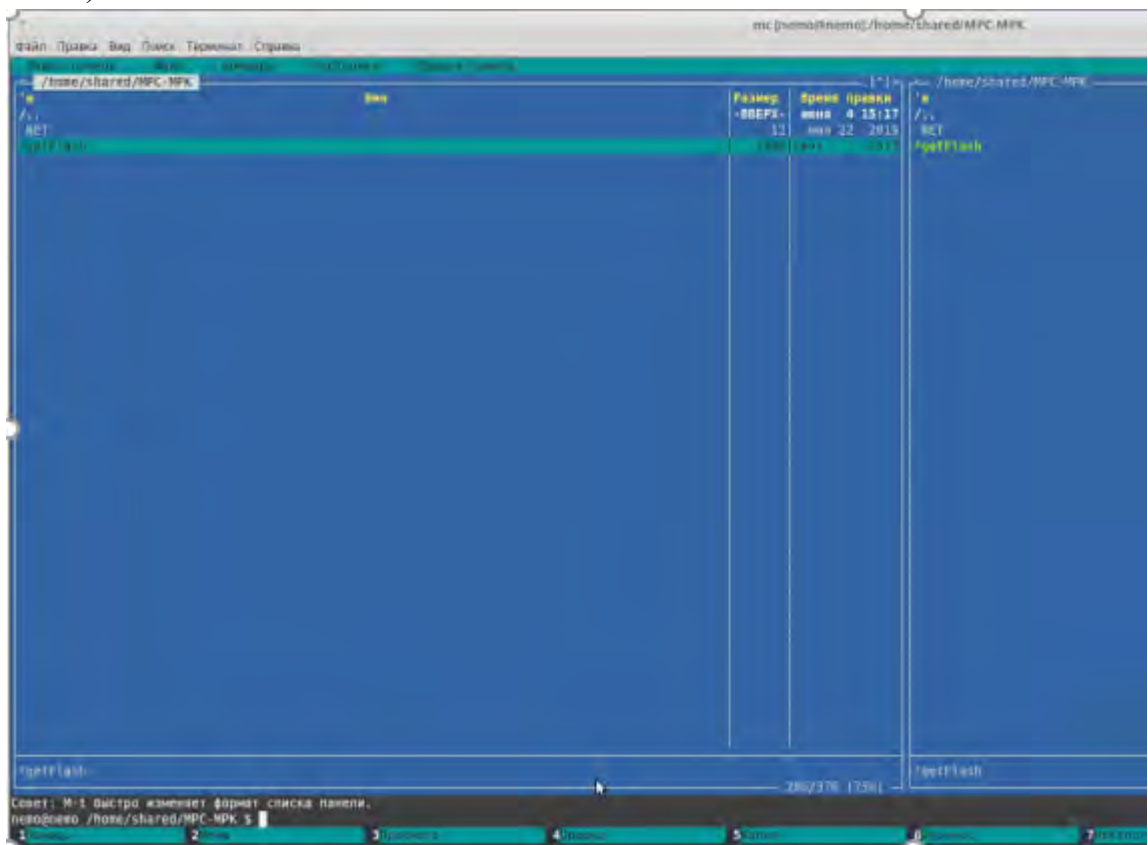

Рисунок 3. Окно программы MidnightCommander.
7.1.4. В открывшемся «окне» терминала ввести команду «mc /home/shared/МРС-МРК» и нажать клавишу «Enter». Запустится программа MidnightCommander (аналог Far или TotalCommander) (Рисунок 3).